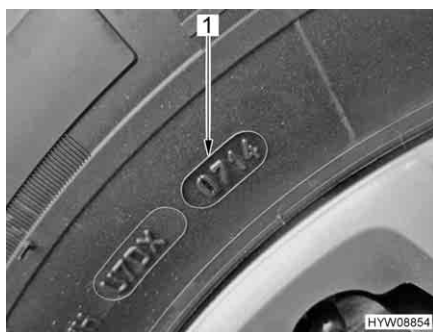

Fig. 116 Numero DOT
- ▷ I pneumatici non devono avere più di 6 anni perché la miscela di gomma col tempo invecchia e si sbriciola. Il codice DOT (Fig. 116, 1) di quattro cifre sul fianco del pneumatico indica la data di produzione. Le prime due cifre indicano la settimana, le ultime due cifre l'anno di produzione.